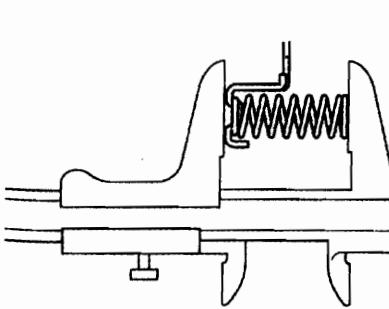

图 12-1-65
(68) 检查 1 挡和倒挡制动器回位弹簧分总成。如图 12-1-65 所示，用游标卡尺测量弹簧（连同弹簧座）自由长度，标准自由长度为 23.74mm。